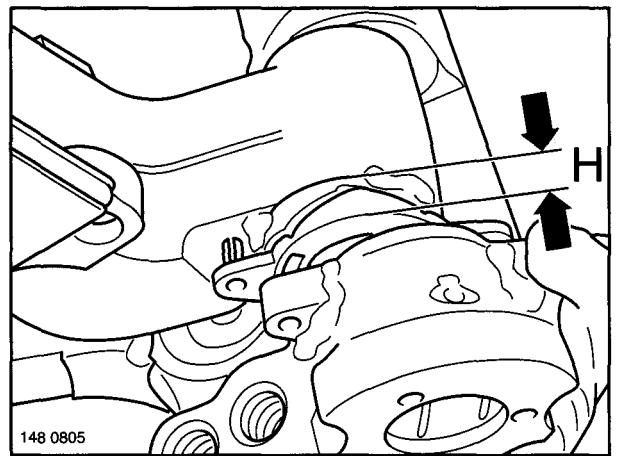

Fig. 5
(12) Remove the steering swivel and shaft thrust ring (Fig. 5).
(13) Inspect the kingpin and bushes for wear. Make a visual inspection by opening up the upper and lower bearings; the wear limit of the bushes is reached at a wall thickness of **1.8 mm**. If necessary, exchange components.
(14) Inspect the shaft thrust rings for wear, if necessary exchange them.
New shaft thrust rings together have a total height H (Fig. 5) of 25 mm. Wear is approx. 1 mm after 500,000 km.
(12) Enlever la fusée directrice et la rondelle à cames (figure 5).
(13) Vérifier l'usure du pivot de fusée et des douilles. Le contrôle se fait en ouvrant les paliers inférieur et supérieur; la limite d'usure des douilles est atteinte lorsque la paroi a une épaisseur de **1,8 mm**. Si nécessaire, remplacer les pièces.
(14) Vérifier l'usure des rondelles à cames, les remplacer si nécessaire.
Les rondelles à cames neuves ont ensemble une hauteur totale H (figure 5) de 25 mm. L'usure est d'environ 1 mm tous les 500.000 km.
- (12) Lenkschenkel und Wellendruckscheibe abnehmen (Fig. 5).
- (13) Lenkbolzen und Buchsen auf Verschleiß prüfen. Sichtprüfung durch Öffnen der oberen und unteren Lagerstelle; die Verschleißgrenze der Buchsen ist bei einer Wanddicke von **1,8 mm** erreicht, ggf. Bauteile auswechseln.
- (14) Wellendruckscheiben auf Verschleiß prüfen, ggf. auswechseln.
Neue Wellendruckscheiben haben zusammen eine Gesamthöhe **H** (Fig. 5) von 25 mm. Der Verschleiß beträgt ca. 1 mm bei 500.000 Fahrkilometern.